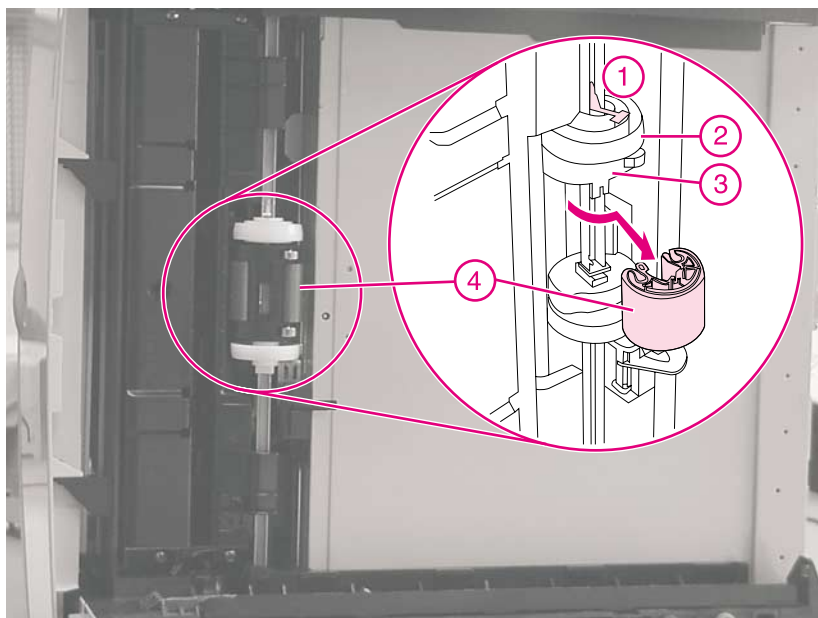

图 9 卸下纸盘 2 的拾纸轮（打印机底部）
- 3 按下侧面白色凸轮（编号 2）上的锁定片（图 9，编号 1），将凸轮和黑色轴套（编号 3）从拾纸轮（编号 4）上滑下。